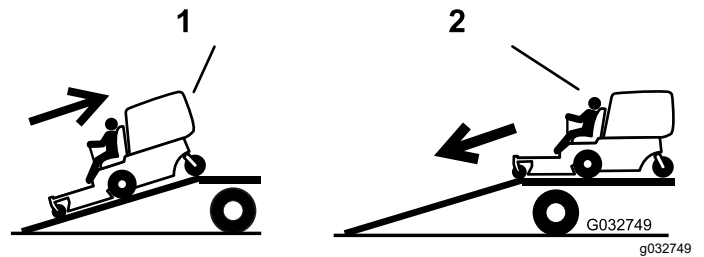

Figura 26
- Baje la máquina por la rampa conduciendo hacia adelante (Figura 26).